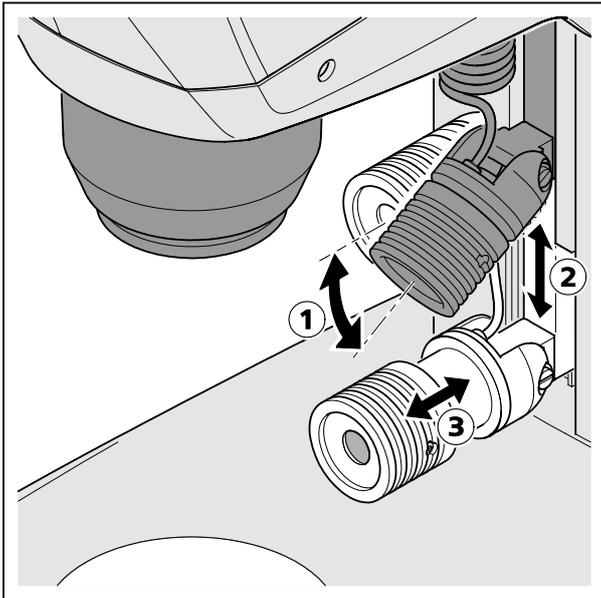

Fig. 15 Réglage du spot
- Appliquez le spot sur le rail et glissez-le à la hauteur désirée (Fig. 15/2).
- Articulez le spot de façon à lui donner l'angle (Fig. 15/1) qui permettra d'obtenir le meilleur éclairage de l'objet.
- En faisant coulisser le dispositif de focalisation (Fig. 15/3) en direction axiale, vous réglez la taille et la luminosité de la surface éclairée.